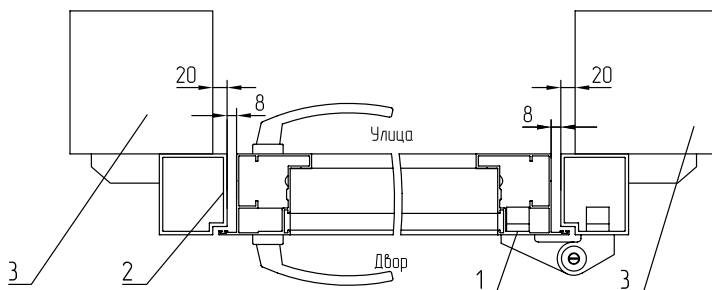

Рис. 47. Калитка (накладной тип монтажа, вид открывания внутрь, направление открывания вправо):
- накладной монтаж, открывание внутрь (рис. 47).